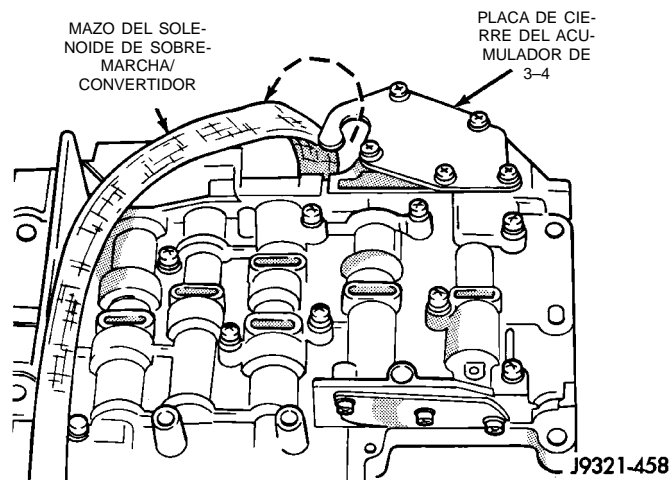

Fig. 49 Desenganche del mazo de solenoide de la placa de cierre del acumulador
- (10) Desenganche el mazo del solenoide de sobremarcha/convertidor de la placa de cierre del acumulador de 3-4 (Fig. 49).